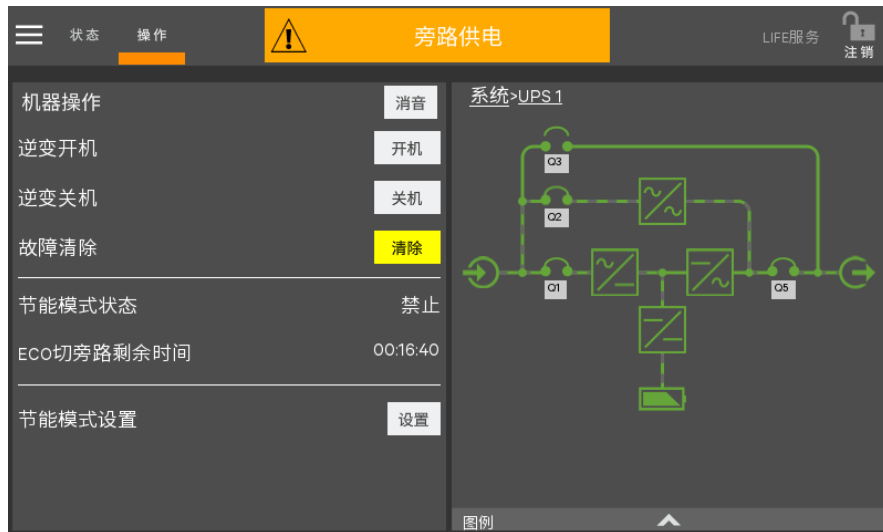

图 5-3 点击逆变器开机按钮
4. 待整流器完成启动，闭合外置电池开关，旁路开始供电以后（功率流图如图 5-3 所示），点击开机按钮（此处可参考 4.2 节）。